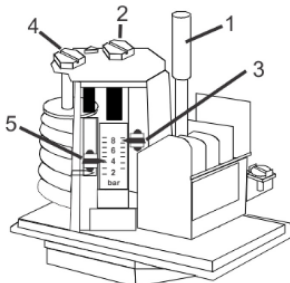

Fig. 2
- Ausführung mit manueller Rückstellung (FF4-...DRH oder DDH): Druckabfall unter oberen oder Druckanstieg über unteren Schalterpunkt und Betätigung des Rückstellknopfes 1 (Fig. 2).